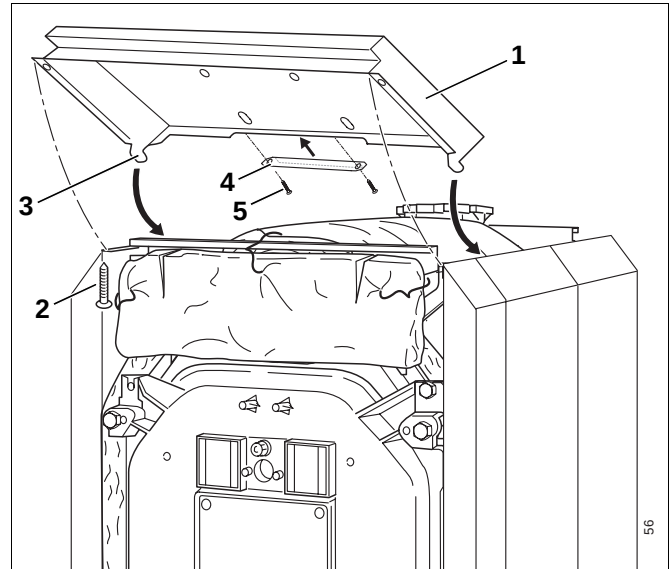

Abb. 54 Vordere Haube montieren
- Vordere Haube (Abb. 54, **Pos. 1**) mit den beiden Haken (Abb. 54, **Pos. 3**) in die vorderen Seitenwände einhängen.
- Mit zwei Blechschrauben (Abb. 54, **Pos. 2**) die vordere Haube von unten mit den Längsschienen verschrauben.
- Den Abdeckwinkel (Abb. 54, **Pos. 4**) mit zwei Blechschrauben (Abb. 54, **Pos. 5**) befestigen.